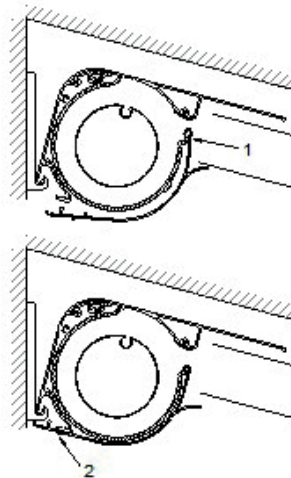

Abb. 20: Montage des Blendenunterteils
- » Nehmen Sie den Boden (1 – Abb. 20) und hängen Sie diesen in die Stützbügel ein.
- » Klappen Sie den Boden hoch und verschrauben Sie diesen dann von unten (2 – Abb. 20) mit einem Torx-Schraubendreher Größe 9.